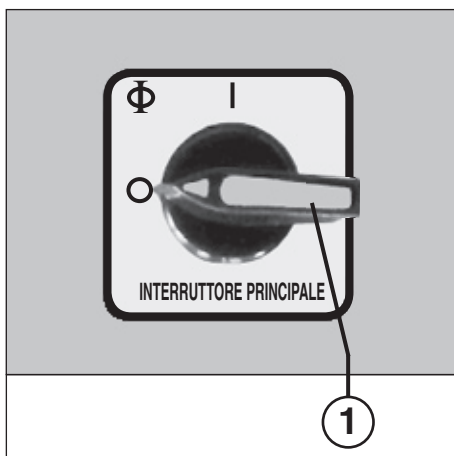

Fig. 1
ELEMENTI DI COMANDO (fig. 1, 2 e 4):
- 1 = **Interruttore principale (arresto d'emergenza) (fig. 1)**